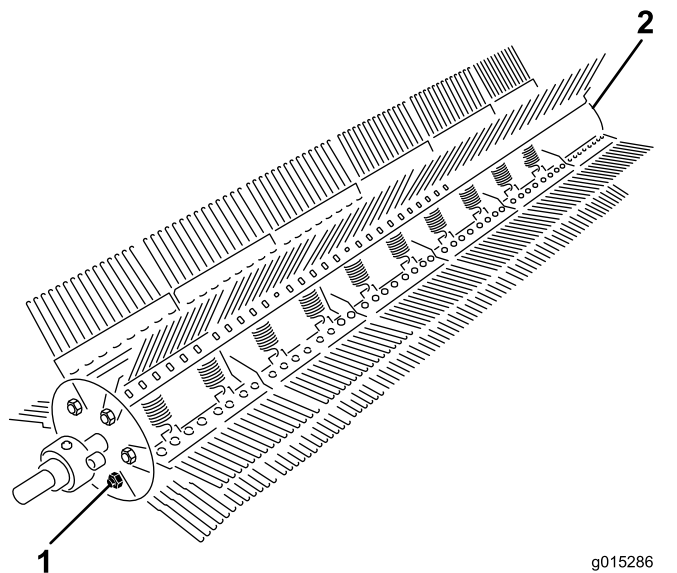

Рисунок 27
2. Отверните болт и контргайку с одного конца стержня гребенки (Рисунок 27).